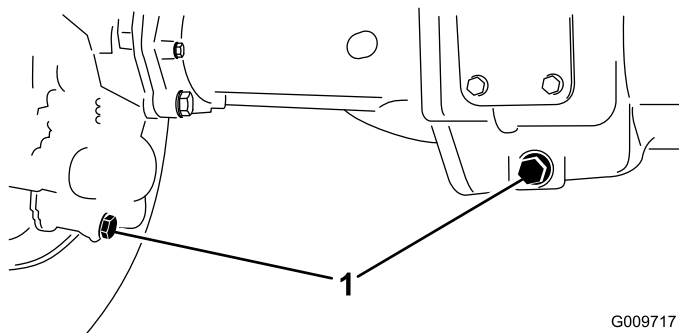

図 94
- ドレンプラグ(図 94)左右端に個と中央に個、全部で3個あるの周辺をきれいに拭く。